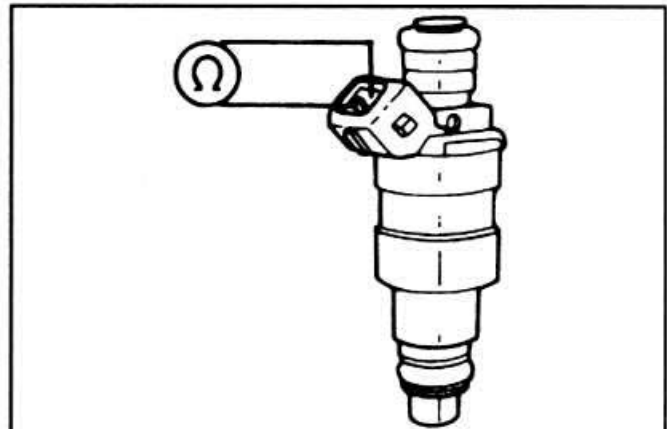

Рис. 2-18. Проверка сопротивления обмотки форсунки
- Поочередно разъединяя разъемы форсунок и присоединяя к выводам форсунок омметр (рис. 2-18), проверить сопротивление обмоток форсунок, которое должно быть в пределах 15-18 Ом.